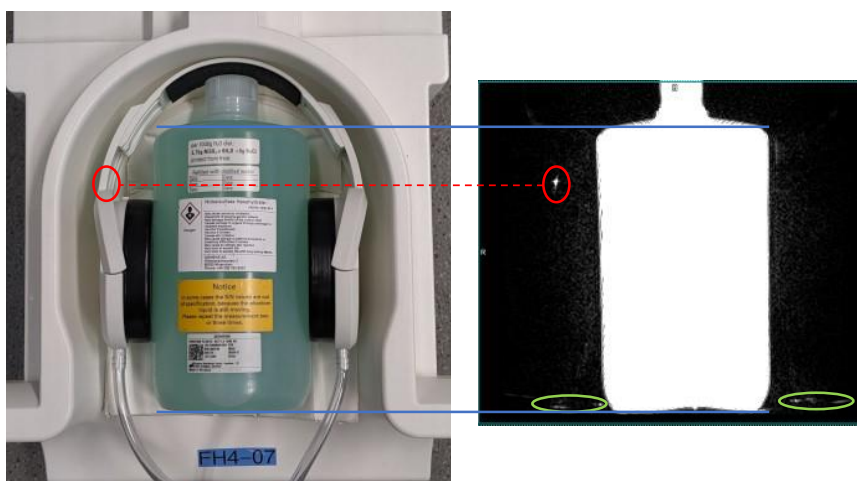

Figura 2
- Prepare uma garrafa de fantoma e fones de ouvido conforme mostrado na *Figura 2* abaixo.